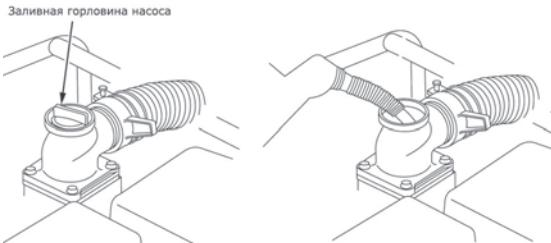

Рис. 9
- Отверните пробку заливной горловины насоса (Рис. 9);